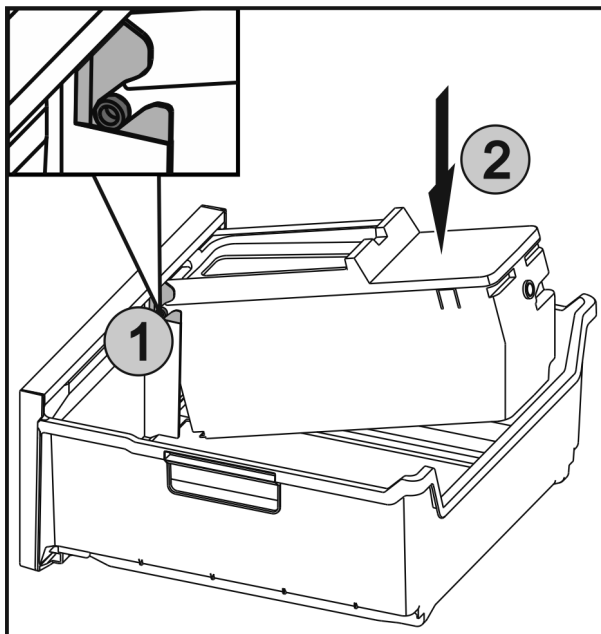

Fig. 59
- ▶ Skjut in axlarna Fig. 59 (1) på EasyTwist-Ice i spåren och tryck fast den bakre sidan Fig. 59 (2) så att fliken hakar fast.